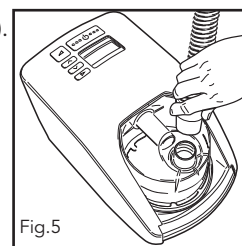

Fig.5
8. Une des extrémités du circuit possède un connecteur en plastique. Connecter cette extrémité à la sortie de la chambre d'humidification (Fig. 5).